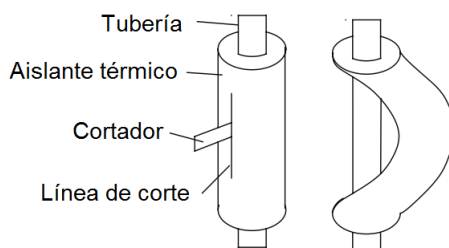

Figura 11
- (2) No doble las tuberías en un ángulo superior a 90°.
- (3) Cuando los tubos se doblan o estiran en varias ocasiones, el material se endurecerá, haciendo difícil doblarlos o estirarlos más. No doble ni estire los tubos más de tres veces.
- (4) Al doblar la tubería, no la doble como está, de lo contrario se contraerá la tubería. En este caso, corte el aislante térmico con un cortador afilado tal como se indica en la Figura 11, y dóblela para exponer la tubería. Después de doblar la tubería como desee, asegúrese de poner el aislante térmico de nuevo en la tubería y fíjelo con cinta adhesiva.